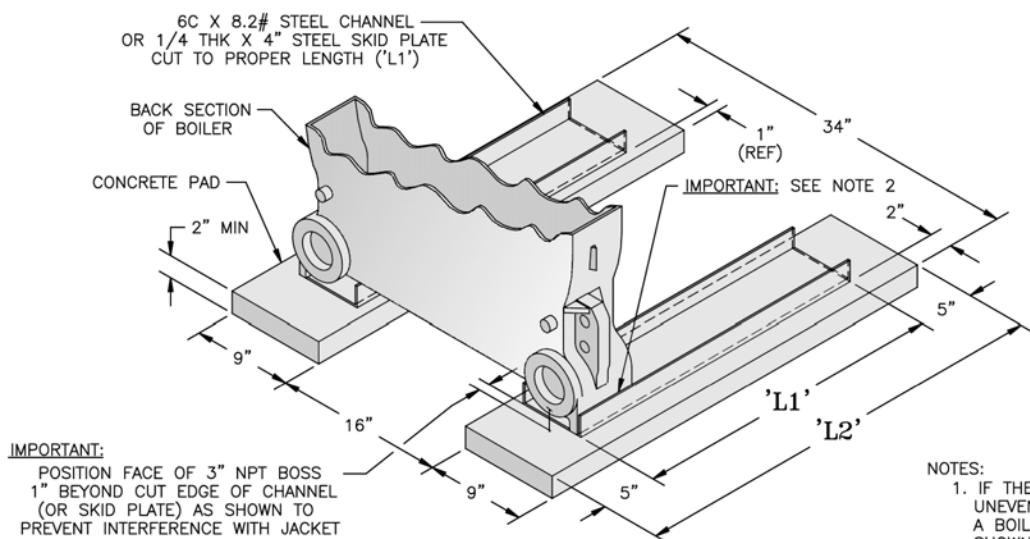

Figure 2: Boiler Foundation
Floor construction should have adequate load bearing characteristics to bear the weight of the boiler filled with water (see Table 1). A boiler foundation similar to the one shown in Figure 2 is recommended if the boiler room floor is weak or uneven or if a water condition exists.
La construction du plancher doit avoir des caractéristiques de portance adéquates pour supporter le poids de la chaudière remplie d'eau (voir le tableau 1). Une fondation de chaudière similaire à celle illustrée à la figure 2 est recommandée si le plancher de la chaufferie est faible ou irrégulier ou s'il y a une condition d'eau.
- PROVIDE ADEQUATE FOUNDATION for the unit. Refer to Figure 2.